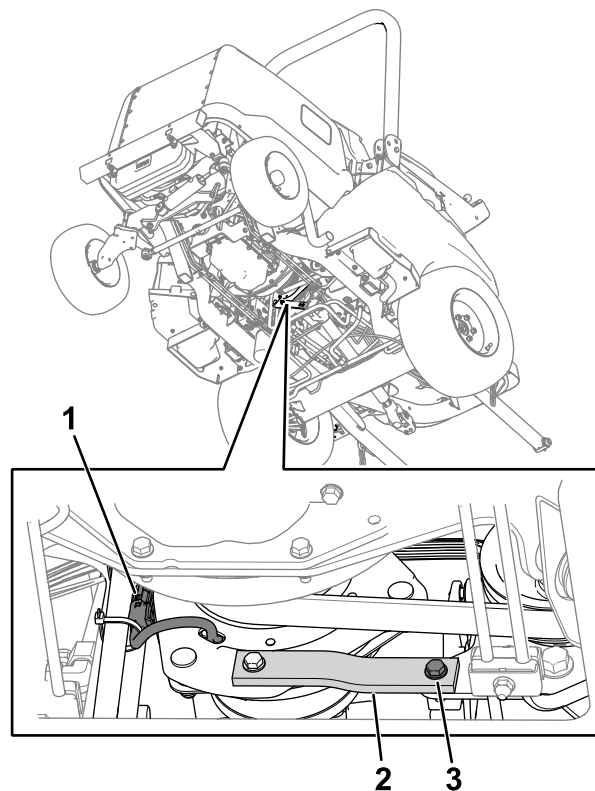

Figure 75
2. Débranchez le connecteur du faisceau de l'embrayage du faisceau de la machine (Figure 75).
3. Retirez le boulon, la rondelle et l'écrou des barrettes en métal et caoutchouc (Figure 75) sur le cadre.